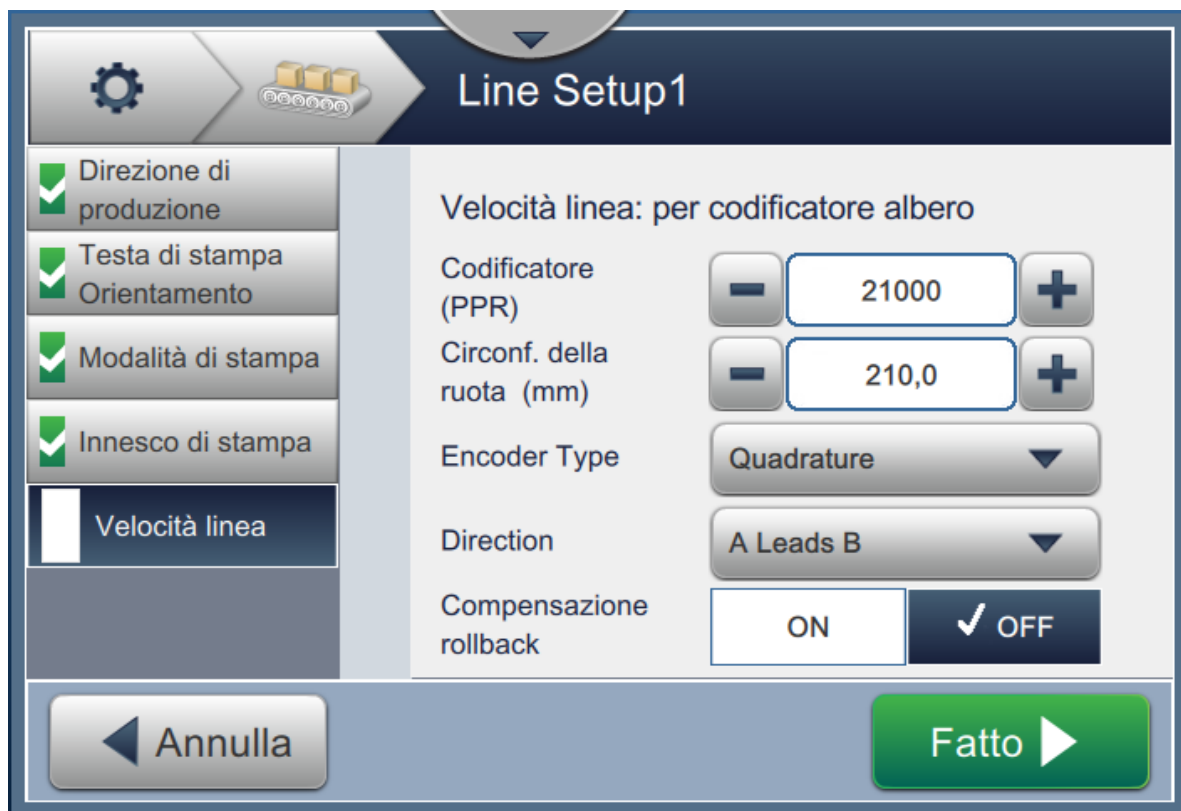

Figura 6-35: Velocità linea - Misurata per encoder
2. Modificare i parametri necessari nella schermata delle impostazioni, come da Figura 6-35.